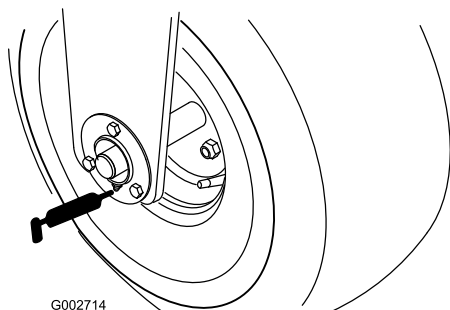

Рисунок 23
- Подшипник переднего колеса (1 шт.) (Рисунок 23)